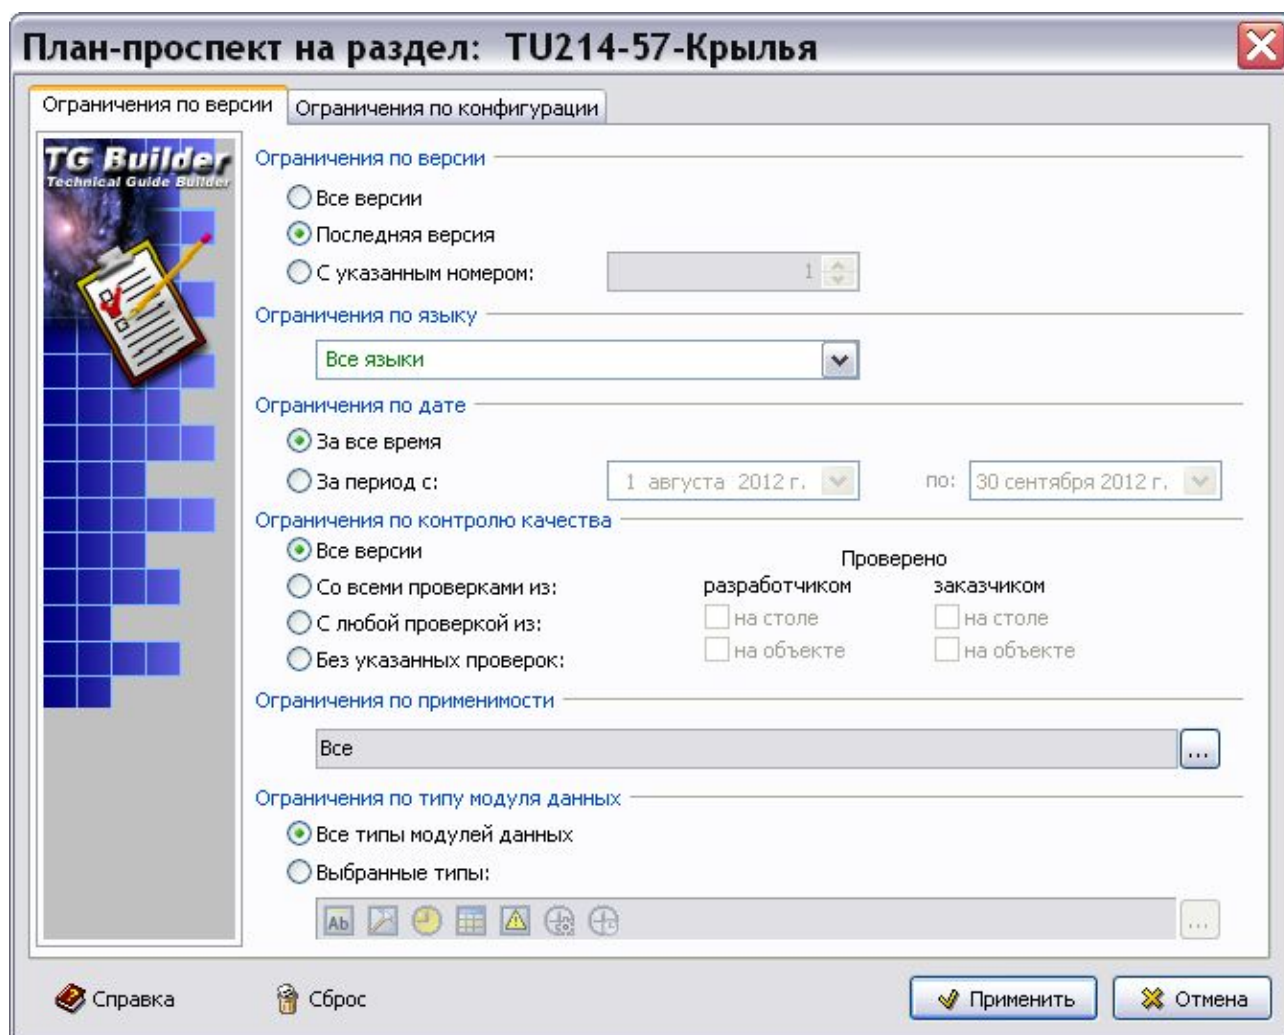

Рис. 8.12
6. Укажите вид отчета **План-проспект**. При этом появится диалоговое окно **План-проспект на раздел** с названием выбранного для отчета раздела (Рис. 8.12).